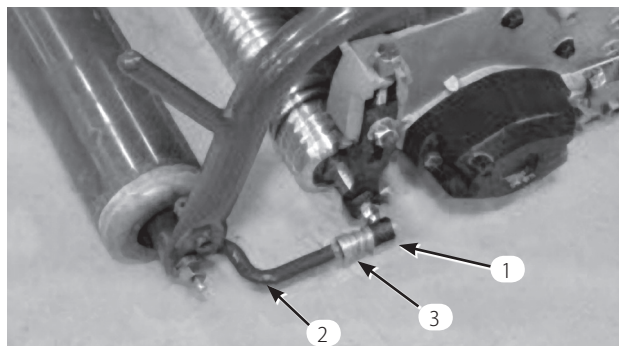

図 11
6. ソケットの開口部とボールスタッドの中心を合わせ、ジャムナットを締めてソケットを固定する（図11）。